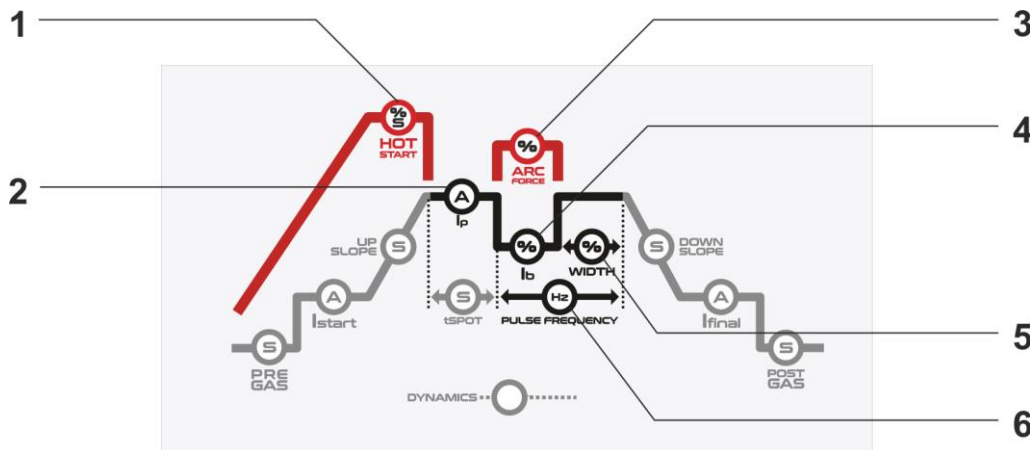

Fig. 1 – Parâmetros MMA
- Ajustar o valor de corrente (Fig.1 - 2), de acordo com a seguinte tabela:
- Hot Start (Fig.1 - 1) - Para forçar a ignição de arco, ajustar a percentagem de hot start em relação à corrente principal e/ou o tempo (segundos).
- Arc Force (Fig.1 - 3) - Para evitar a colagem do eléctrodo à peça a soldar durante a soldadura, ajuste a percentagem, de arc force em relação à corrente principal.
- Ib (Fig.1 - 4) – ajustar a corrente de base em percentagem da corrente principal.
- WIDTH (Fig.1 - 5) – ajustar a largura da corrente de pico (principal) 10% a 90%.
- PULSE FREQUENCY (Fig. 1 - 6) – ajustar a frequência de pulsado em Hertz.
- Para guardar um programa de soldadura, ajustar os parâmetros e premir tecla (Fig.1 – 10) até o led P acender. Depois premir o botão de seleção/regulação de parâmetros durante 2 segundos até o display digital mostrar P1. Seguidamente, girar o botão de seleção/regulação de parâmetros para o número de programa desejado. Finalmente, premir o botão de seleção/regulação de parâmetros até que o display digital mostrar MEM.
- Para aceder a um programa: Premir tecla (Fig.1 – 10) até o led P acender. Seguidamente, girar o botão de seleção/regulação de parâmetros para o número de programa desejado. Espere 2 segundos e o seu programa está disponível.